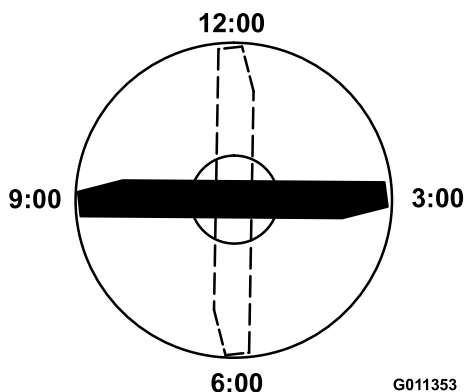

図 62
4. ブレードの印の付いているほうの端部を12時の位置車両進行方向に向け 図 62、作業台の表面からブレードの切っ先までの高さを測定する。
5. 印の付いている端部を3時の位置と9時の位置に向けて図 62それぞれ高さを測定する。